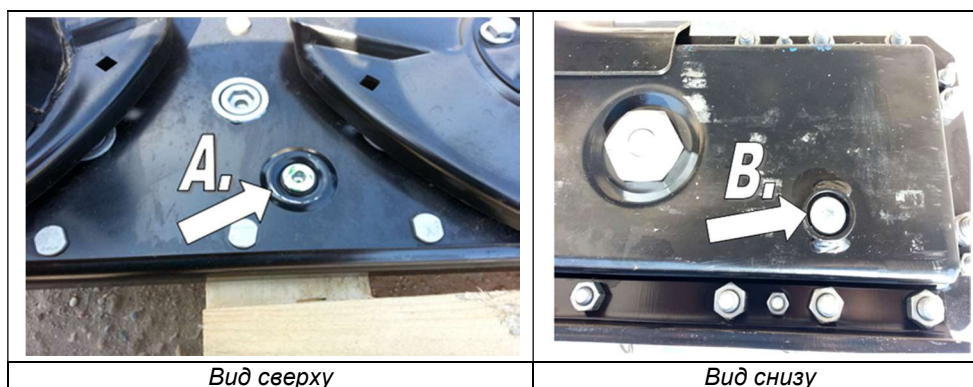

Рис.22. Режущий аппарат - проверка уровня масла: А – заливное отверстие, проверка уровня масла
- выкрутить пробку (А) Рис. 22 отверстия заливки и проверки уровня масла
- выкрутить пробку (В) Рис. 22 сливного отверстия